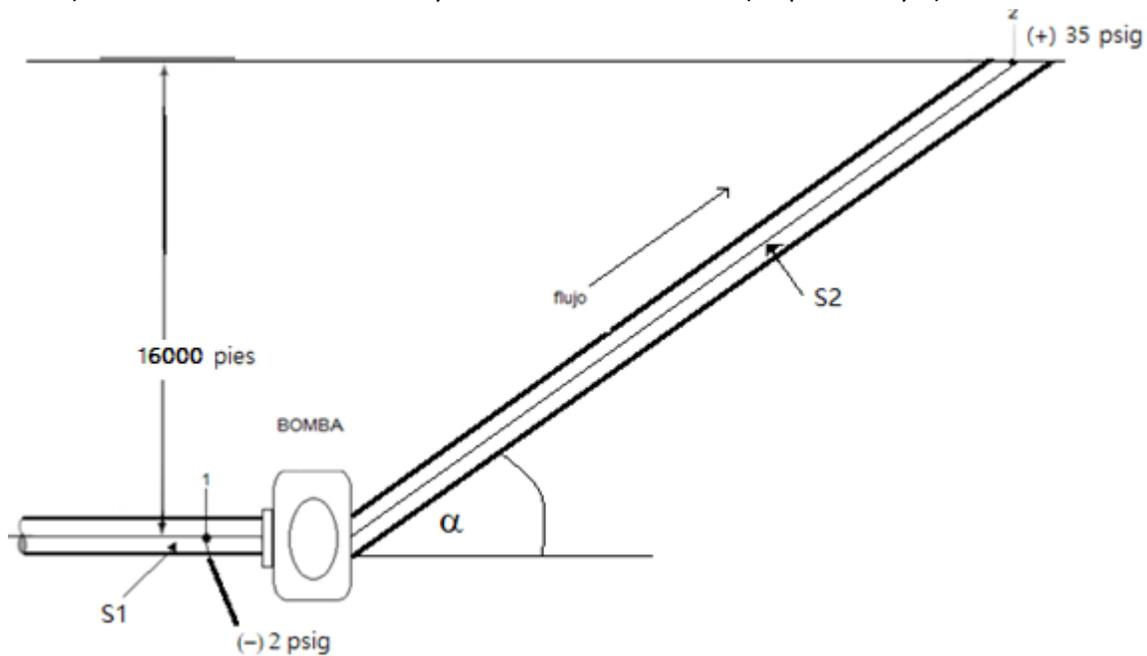

Figura 71: Bomba impulsora
Para mover un fluido entre los puntos (1) y (2), se dispone de una bomba figura 71. El fluido impulsado tiene densidad de $1,60 \frac{\text{slugs}}{\text{pie}^3}$ y una viscosidad dinámica de $3,5 \times 10^{-5} \frac{\text{lb}_f \cdot \text{s}}{\text{pie}^2}$.